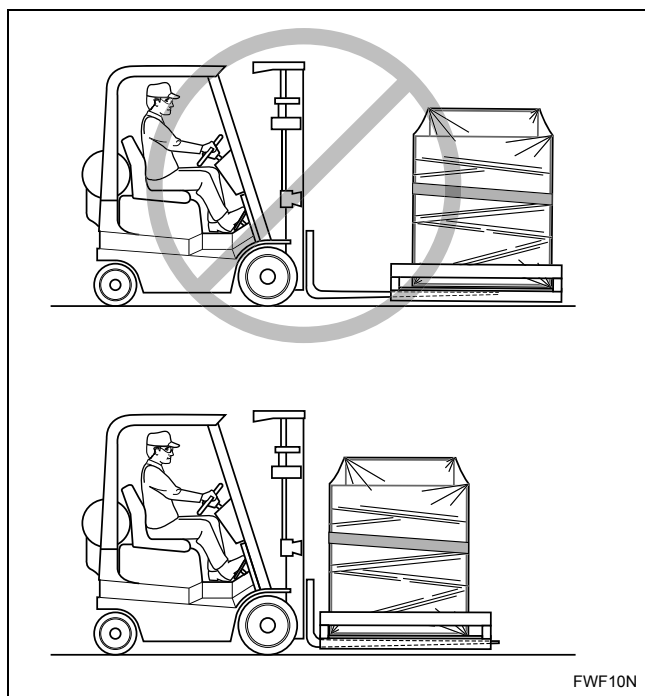

Рис. 3
2. Выдвиньте вилы погрузчика на максимальные длину и ширину и вставьте их до отказа под центр поддона. См. *Рис. 3*.